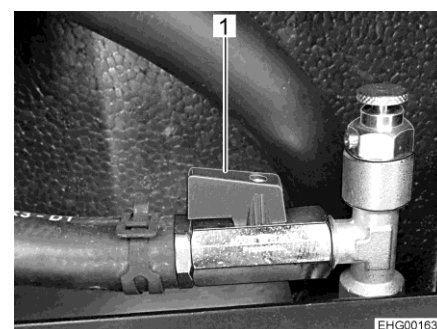

Fig. 171 Robinet à bille (ouvert)
- Placer le levier (Fig. 171,1) parallèlement à la conduite.